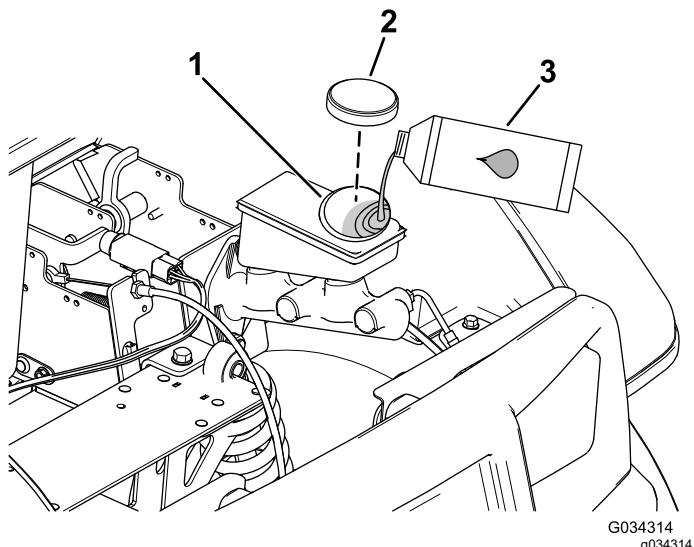

Figura 61
- Eleve el capó para acceder al cilindro del freno principal y al depósito (Figura 61).
- A. Limpie la zona alrededor del tapón del depósito y retire el tapón (Figura 61).
- C. Coloque el tapón del depósito (Figura 61).